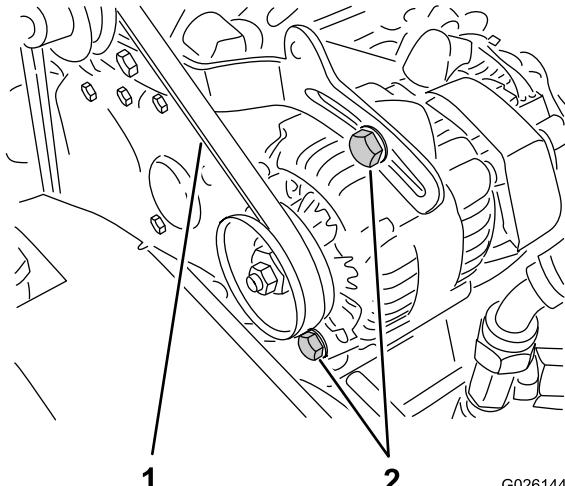

Figure 58
2. Contrôlez la tension de la courroie en exerçant une force de 10 kg sur le brin à mi-chemin entre les poulies d'alternateur et de vilebrequin (Figure 58).
- A. Desserrez les 2 boulons de fixation de l'alternateur (Figure 58).
- B. A l'aide d'un levier, tournez l'alternateur jusqu'à ce que la tension de la courroie soit correcte, puis resserrez les boulons de fixation (Figure 58).